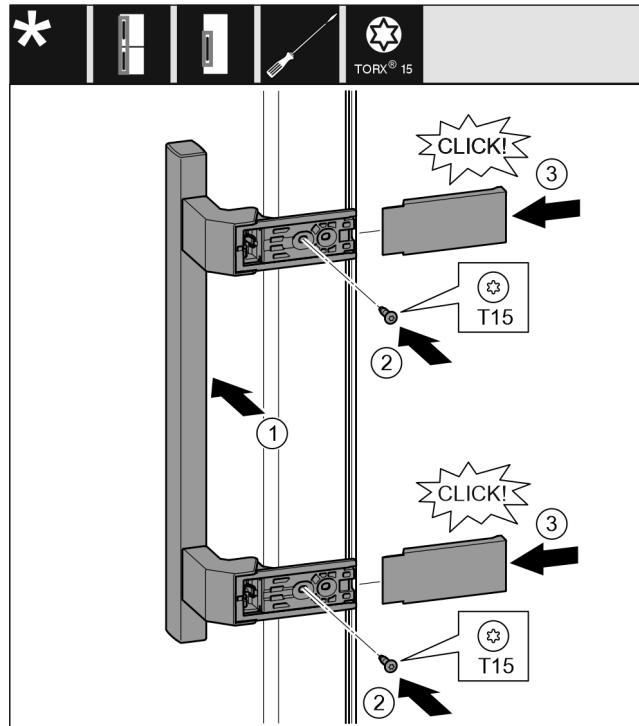

Fig. 21
- ▶ 将把手放到反面。 Fig. 21 (1)
- ▶ 用 T15 螺丝刀拧紧螺钉。 Fig. 21 (2)
- ▶ 将盖板放置到侧面并插入。 Fig. 21 (3)